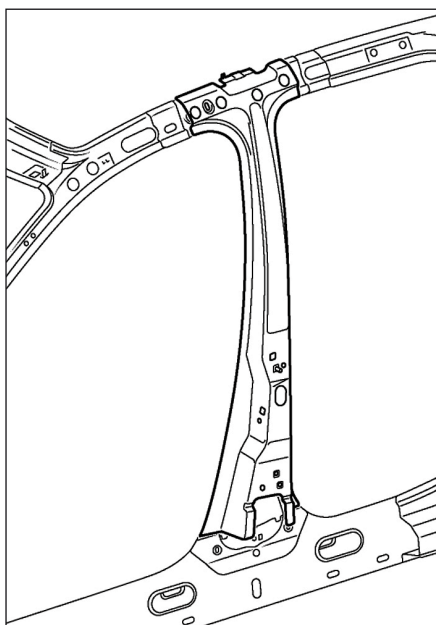

FIG.56
- Respecter les lignes de coupe (Fig.56).